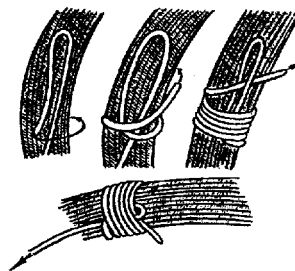

Рис. 64.
4. Вербка укороченной петли в бухте вытягивается в сторону от маркировочного узла, пока петля маркировочного узла не затянется и не обожмет ходовой конец (рис. 64).